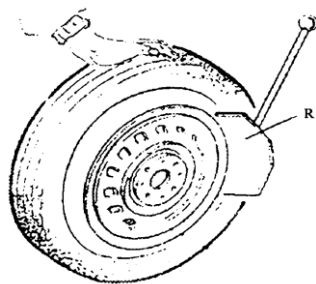

Рис. 5
Установите шину напротив резинового буфера (S). Установить лопатку (R) рядом с бортом шины в 10 мм от края обода, как показано на рис.5. Лопатка должна находиться напротив борта шины. Нажмите педаль (U) и прижмите борт шины лопаткой. Повторно выполните указанные выше операции при других положениях шины, с обеих сторон колеса, пока борт полностью не сойдет с обода колеса.